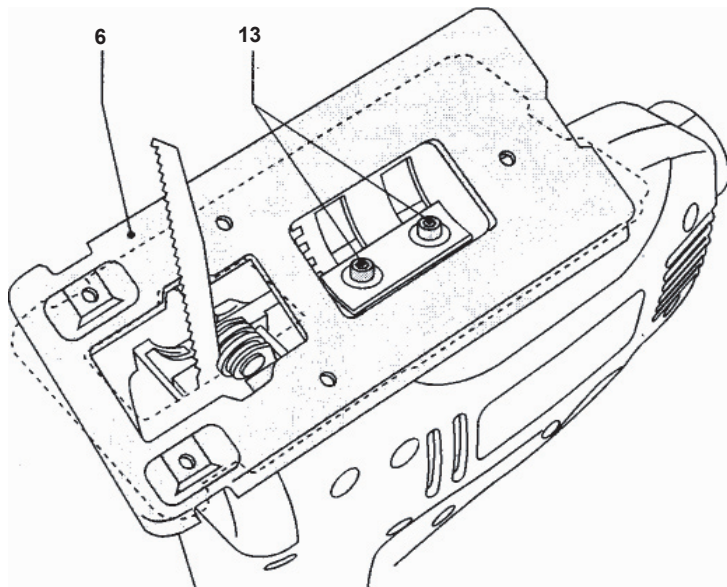

Рис. 3
5.4. Зміна кута нахилу пильного леза (рис. 3).